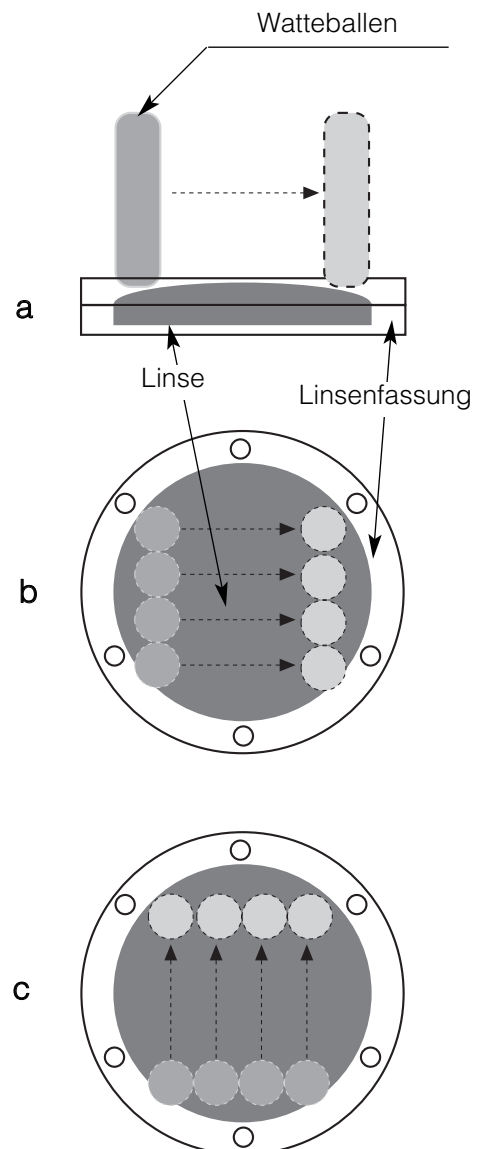

Abb. 3 - Die Phasen beim Reinigen der Linse
- Wie in Abb. 3 dargestellt, den Watteballen mehrmals mit einer Pinzette hin- und herbewegen, bis die gesamte Linsenoberfläche behandelt ist.